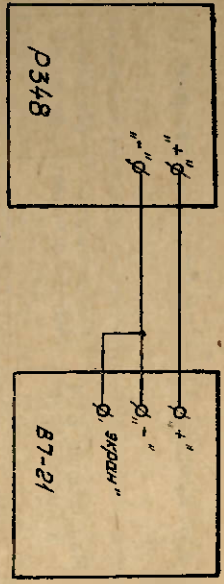
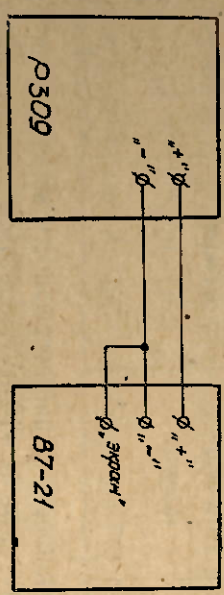
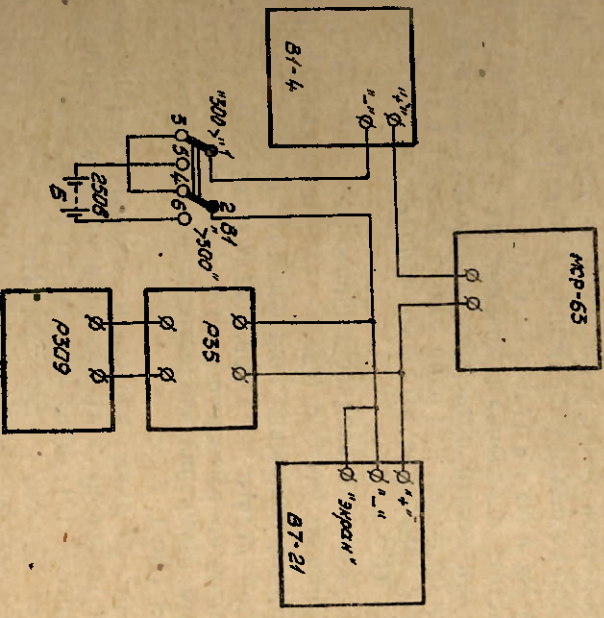

Рис. 8. Структурная схема для определения погрешности измерения на пределе «10 мВ».
Рис. 9. Структурная схема для определения погрешности измерения на пределах «100 мВ» и «1 В».
Рис. 10. Структурная схема для определения погрешности измерения на пределах «10 В», «100 В» и «500 В».
12. 6. 3. Проверку производите с помощью средств поверки, которые соединяются согласно структурным схемам, приведенным на рис. 8 — для поверки на пределе «10 мВ»; на рис. 9 — для поверки на пределах «100 мВ» и «1 В»; на рис. 10 — для поверки на пределах «10 В», «100 В» и «500 В».
Данные для проверки вольтметра по схеме рис. 10 приведены в табл. 15.